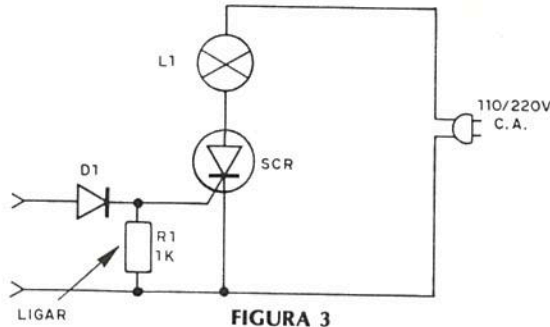

FIGURA 3
b) Se a lâmpada apagar é sinal que está ocorrendo problemas de características do componente. Para fazer uma verificação, ligue entre a comporta do SCR e o catodo, conforme mostra a figura 3 um resistor de 1K x 1/4W. Refaça a ligação do diodo.